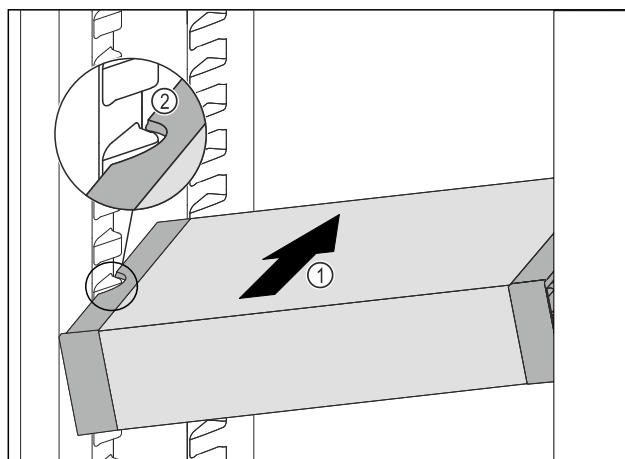

Fig. 128
- Futni pjerrtas VarioSafe në pjesën e ftohjes Fig. 128 (1), derisa fole të anësore Fig. 128 (2) të VarioSafe të jenë në lartësinë e brinjëve të kutisë në pjesën e ftohjes.